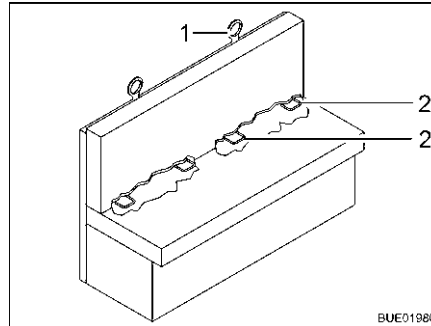

Bild 25 Isofix-barnsäkring
Om fordonet är utrustat med Isofix-barnsäkring, är sätena som är lämpade för den märkta med en Isofix-symbol. Dessa sätet har ett handtag (Bild 25,2) och en annan förankringspunkt uppe på ryggstödet (Top Tether) (Bild 25,1). Använd för Isofix lämpade bilbarnskydd. Bilbarnskydden har låsarmar som hakas in i sätets handtag.
- Om det är möjligt skall barnstolen också fästas vid Top Tether (Bild 25,1).